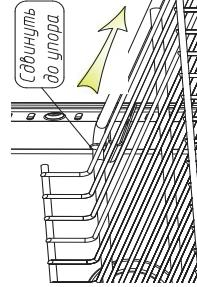

Рис.3
3. Сдвинуть полку на себя до упора. Рис.3